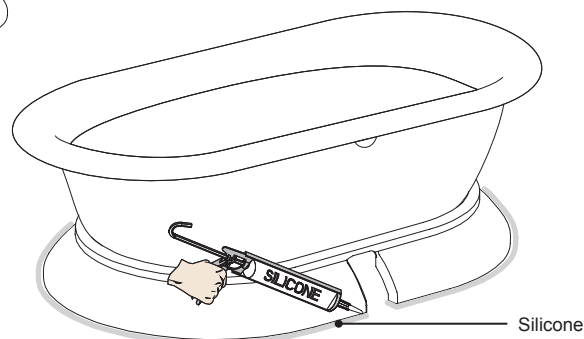

Figura 32. Colocación del pedestal
- 5 Aplique una tira de silicona (disponible comercialmente) alrededor del borde de la base del pedestal (Figura 32). Siga fabricante recomienda el tiempo de secado antes de proceder.